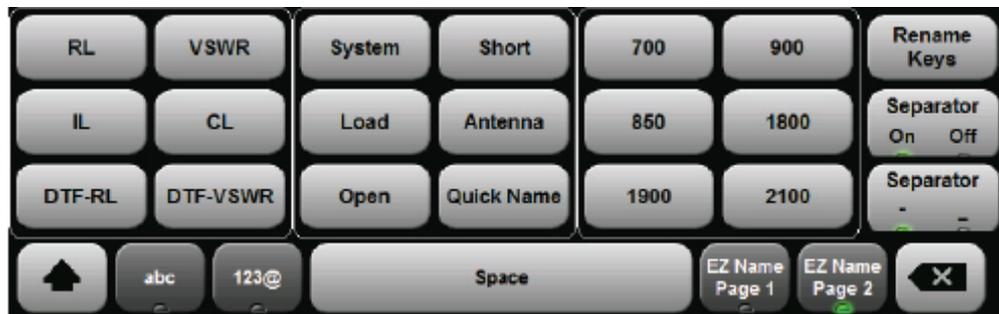

Рисунок 7-6. Матрица EZ Name
На сенсорном экране нажмите EZ Name Page 1 или EZ Name Page 2, как показано на рис. 7-6, после чего на экране будут отображены клавиатуры, как показано ниже.
1. Нажмите клавишу Rename Keys (см. рис. 7-6) и выберите кнопку матрицы, которую требуется переименовать. На рис. 7-7 была выбрана верхняя правая кнопка Color Code и переименована в GREEN.